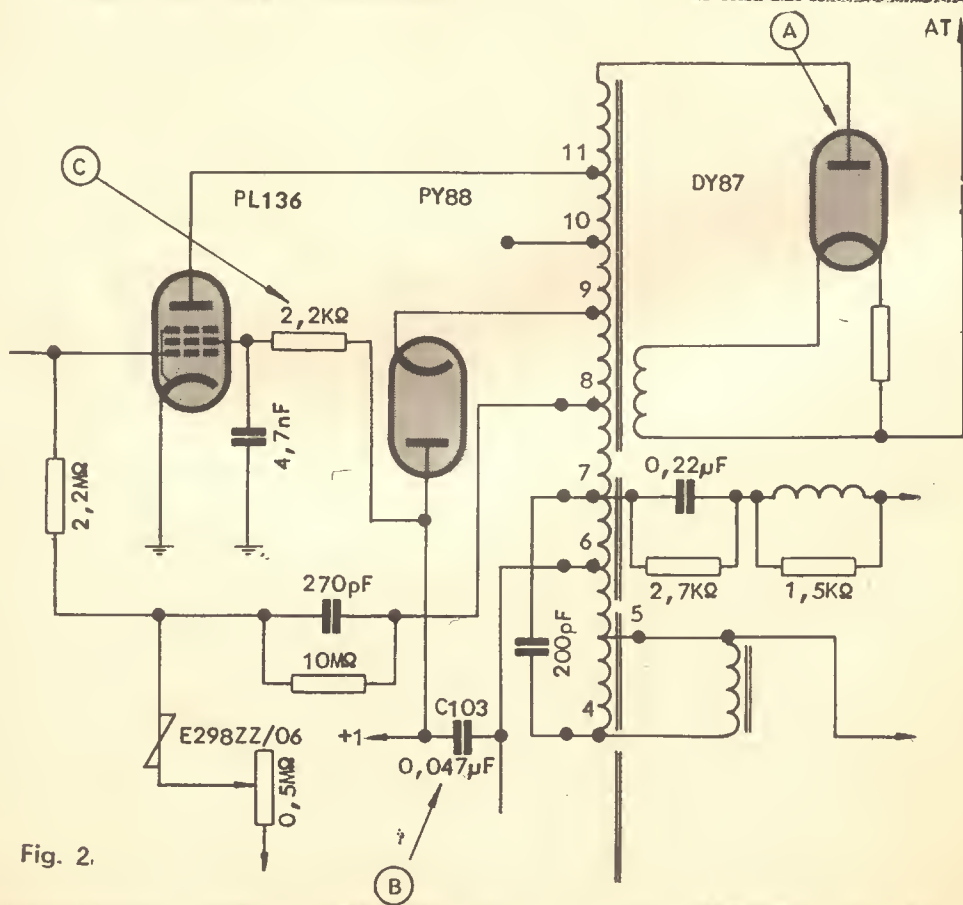

Fig. 2.
- C) Il tecnico, forte dell'esperienza, decide che il guasto deve essere situato nel finale di riga/EAT. Controlla quindi (fig. 2):